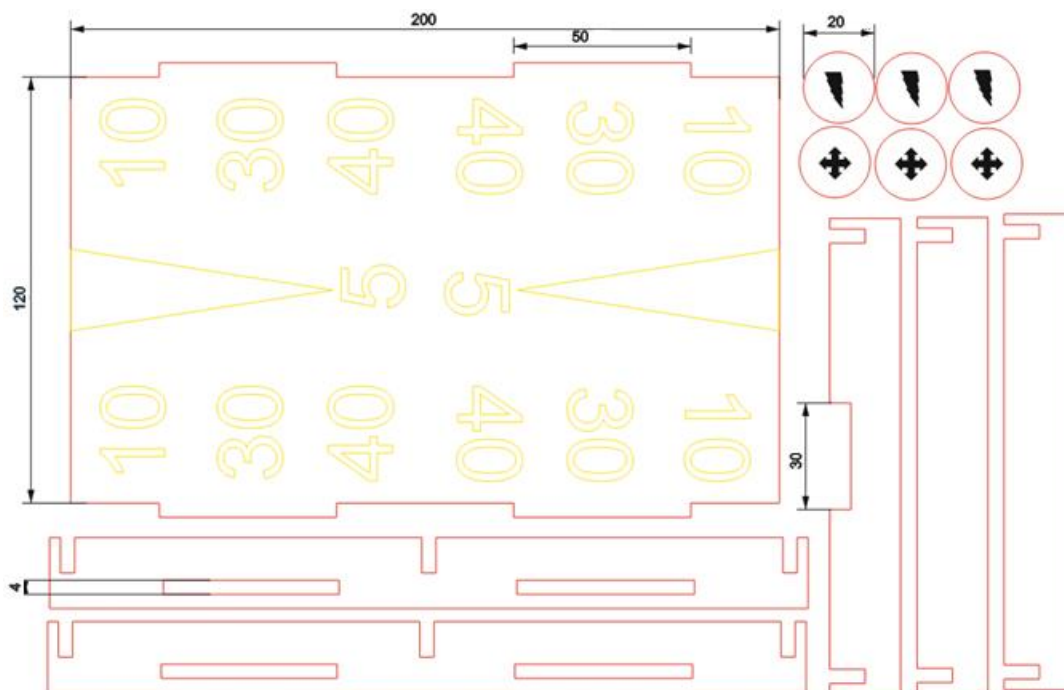

Рис. 1. Наглядное изображение готового изделия и макета
**Образец:** Игра «Чапай» (см. рис. 1).